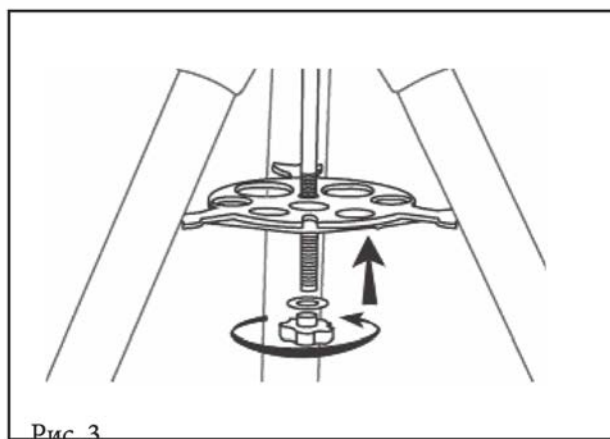

Рис. 3
4. Поместите снизу на центральный винт-фиксатор полочку для аксессуаров до положения, при котором полочка упирается в опоры треноги. С помощью гайки, закрепите положение полочки для аксессуаров (рис. 3).